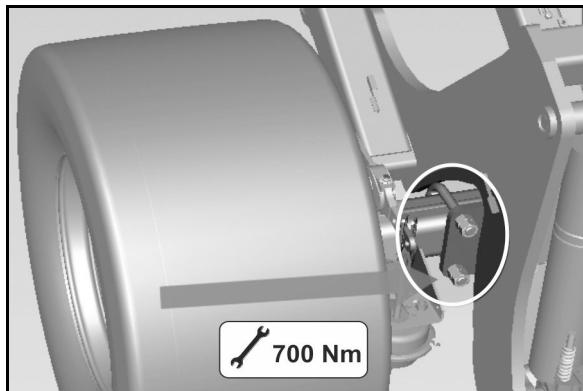

Рис. 61
1. Выверните болты и снимите оба защитных кожуха (Рис. 61/1) с внутренней стороны тормозного барабана.
Грязь может скапливаться на тормозных накладках (Рис. 61/2) и значительно снижать эффективность торможения.